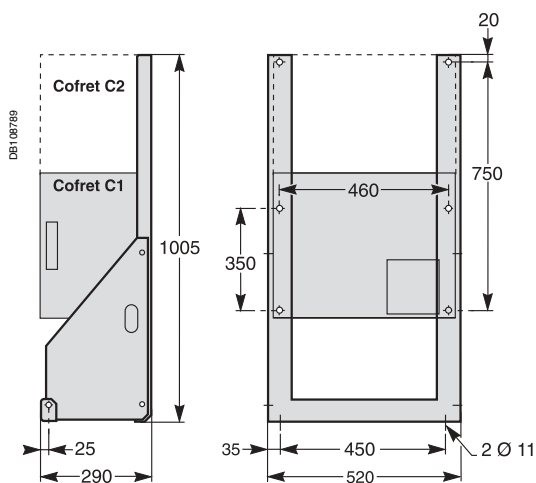

Fig. 8: base para fijación de los cofrets en el suelo ref. 52671.
- los cofrets en la pared o sobre una base (fig. 8)